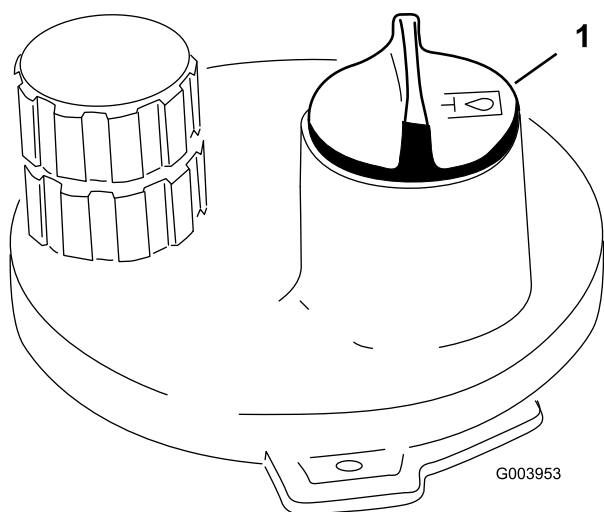

Figura 36
3. Limpe a zona em redor do tubo de enchimento e da tampa do depósito hidráulico (Figura 36). Retire a tampa do tubo de enchimento.